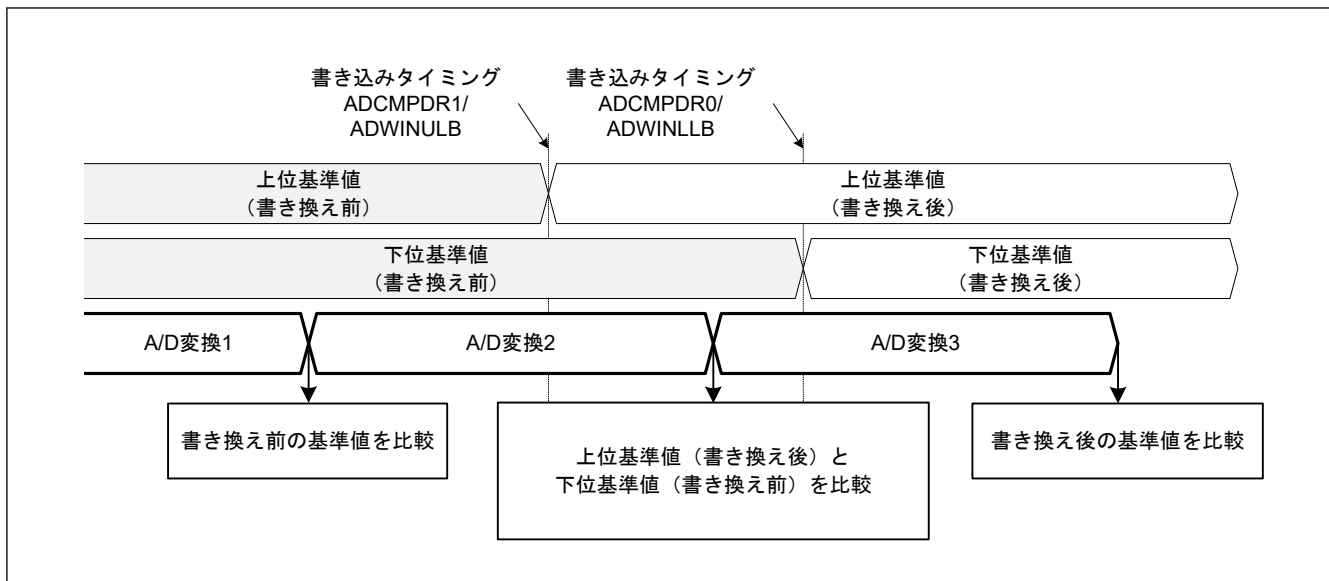

図 29.5 書き換え前後の上側基準値と下側基準値の比較
- 注 1. 下側基準および上側基準は、それぞれのレジスタが書き込まれる時に変更されます。たとえば上側基準値が変更され、下側基準値が変更中の場合、本 MCU は上側基準値 (変更後) と下側基準値 (変更前) を A/D 変換結果と比較します。図 29.5 を参照してください。2 つの基準値の書き換え時に比較エラーとなった場合、ADCSR.ADST および関連するコンペアウィンドウ動作許可ビット (ADCMPCR.CMPAE または ADCMPCR.CMPBE) がどちらも 0 のときに、それらの基準値を書き換えてください。